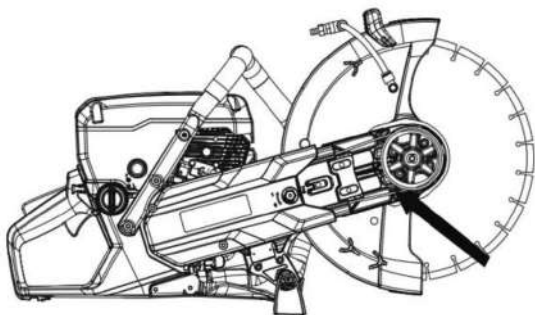

Рис. 12
- Теперь режущая головка ослаблена и ее можно снять с бензореза. Снимите ремень со шкива (рис. 12).